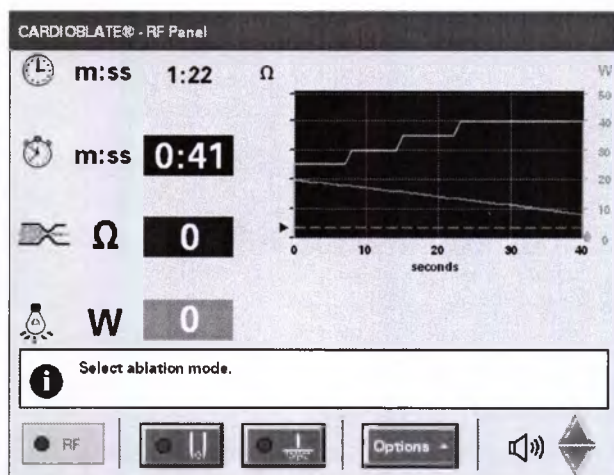

Рис. 3-20. RF Panel (Панель РЧ) в графическом режиме
- Выбор графика: Позволяет включить или выключить отображения графика импеданса / мощности на экране RF Panel (Панель РЧ). Для включения графика коснитесь кнопки. На Рис. 3-20 отображается RF Panel (Панель РЧ) с выбранным графическим режимом.